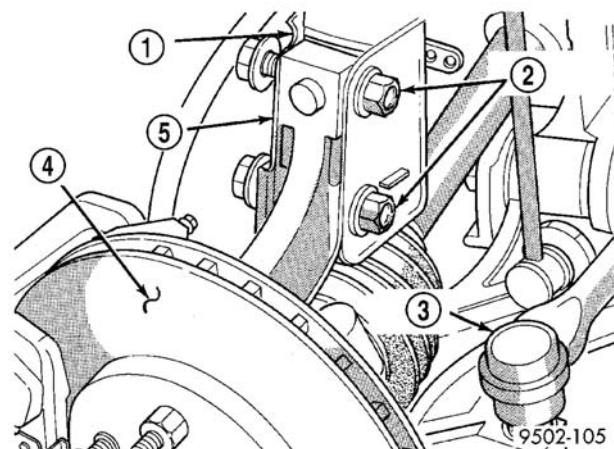

图 42 滑柱减振器连接到转向节
(6) 拆卸两个滑柱总成 U 形支架与转向节的连接螺栓（图 42）。